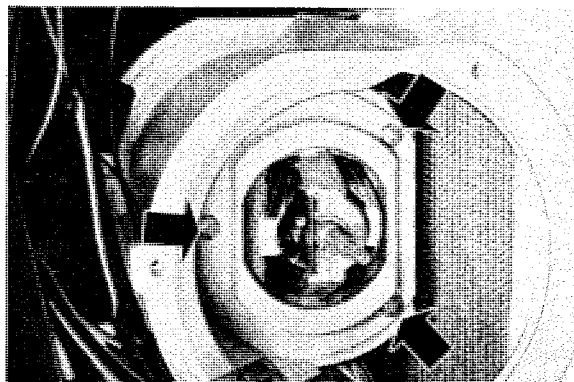

Fig. 8-74. Screws for fan motor holder
4. Unscrew the fan motor retainer (Fig. 8-74).